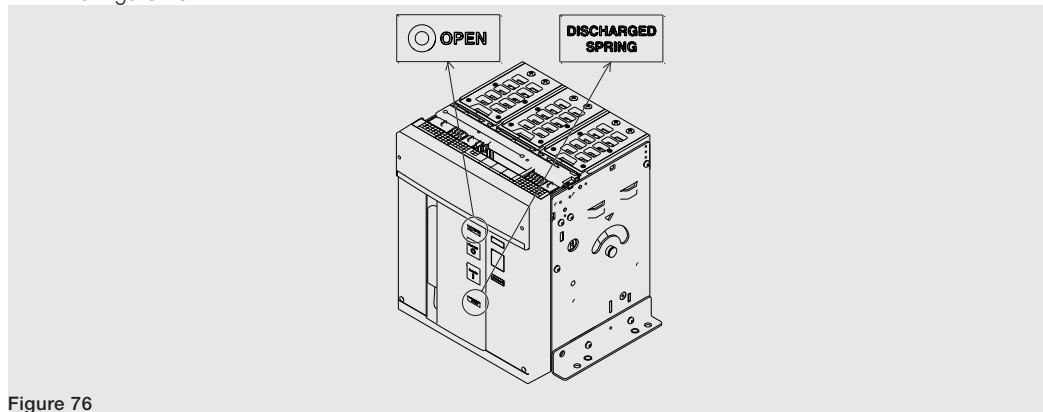

Figure 76
7. Contrôler que le disjoncteur soit ouvert (indicateur ouvert/fermé "O - OPEN"), et contrôler que les ressorts sont débandés (indicateur ressorts "blanc - DISCHARGED SPRING") comme indiqué dans la Figure 76.